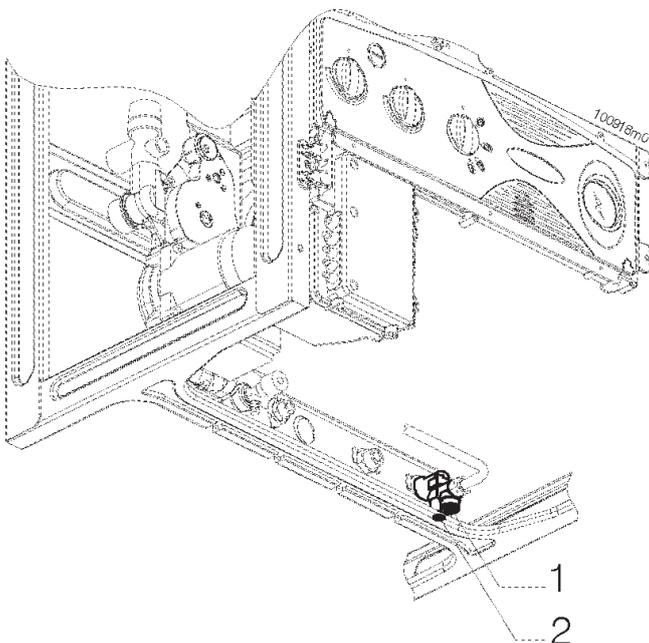

Figura 43 -
- se la temperatura dell'acqua è troppo fredda occorre ridurre la portata dell'acqua attraverso il selettore "2" (vedi figura 43) fino al raggiungimento della temperatura desiderata.